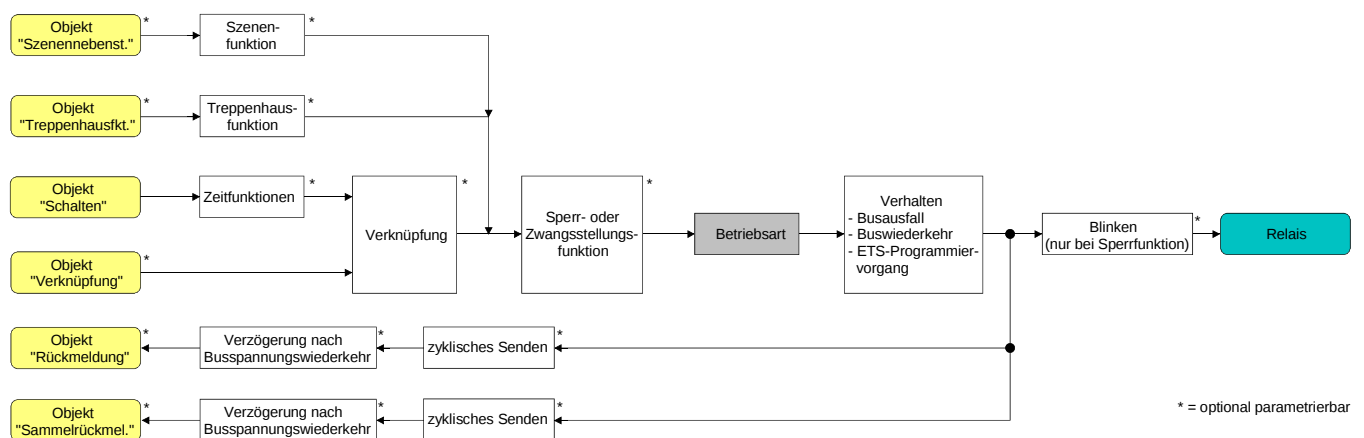

Bild 11: Funktionsschaltbild "Betriebsart"
- ❗ Der logische Schaltzustand ("ein - 1" oder "aus - 0") wird durch das Kommunikationsobjekt "schalten" eingestellt und durch die Funktionen beeinflusst, die optional aktiviert werden können (z. B. Zeit/Treppenhausfunktionen, Verknüpfungen, Sperr-/Zwangsfunktionen, Szenen – vgl. Bild 11).